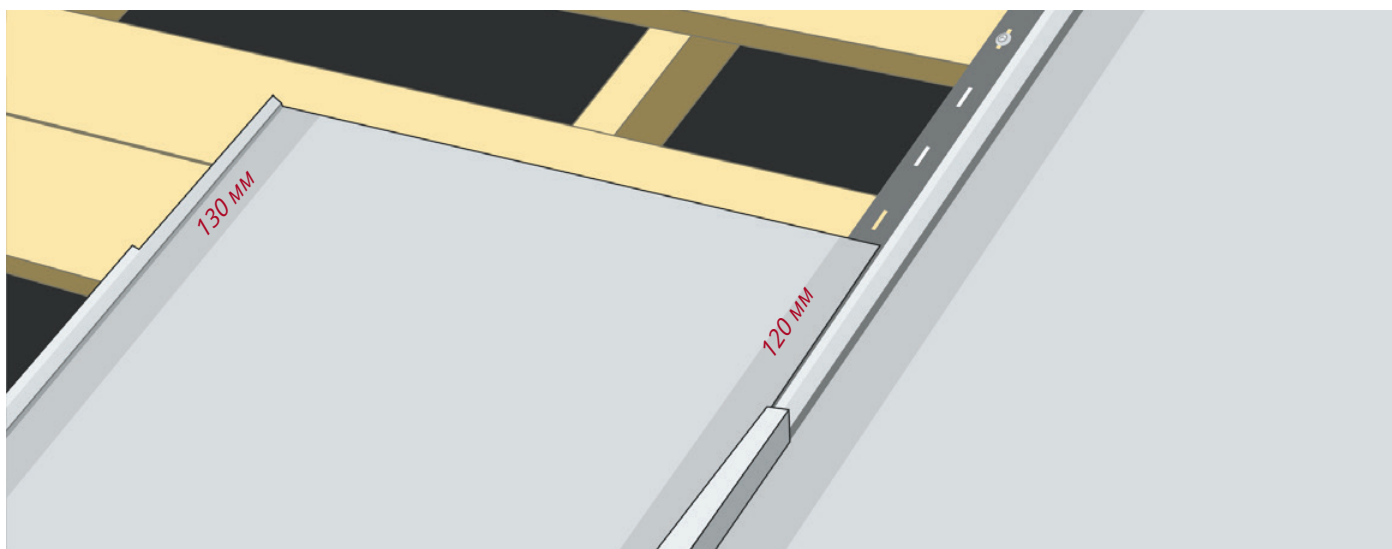

Рисунок 4
3. Установите панель на свое место, защелкните замки (Рис. 4).